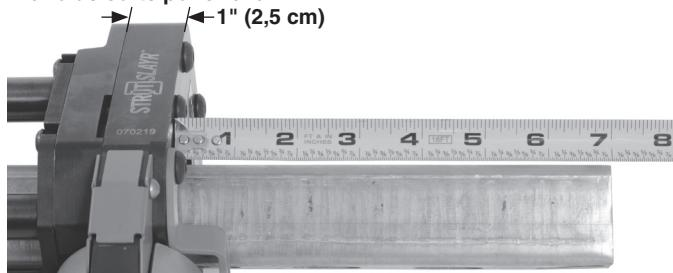

Figura 6B – Medición de la longitud de la canaleta
- A la medición desde la placa lateral al extremo de la canaleta, sume 1" (25 mm) (Figura 6B).